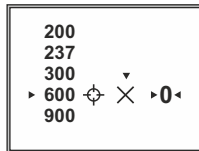

Fig.7
- Il numero massimo delle distanze da memorizzare per l'aggiustamento è cinque (fig.7).
- Per cancellare la distanza scegliete la voce X (vedi fig. 7). Premete il controller per cancellare.